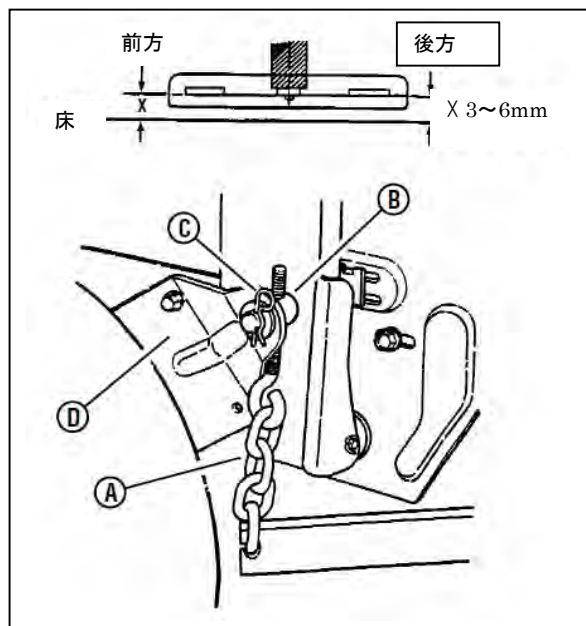

図 8-4 デッキの前後高さ調整
10. サポートブラケット(図 8-4 の A)で整列するために、後部のハンガー・チェーン(B)を再調整してください。
1. 後部ハンガーチェーン(図 8-4 の A)をアイボルトから外します。